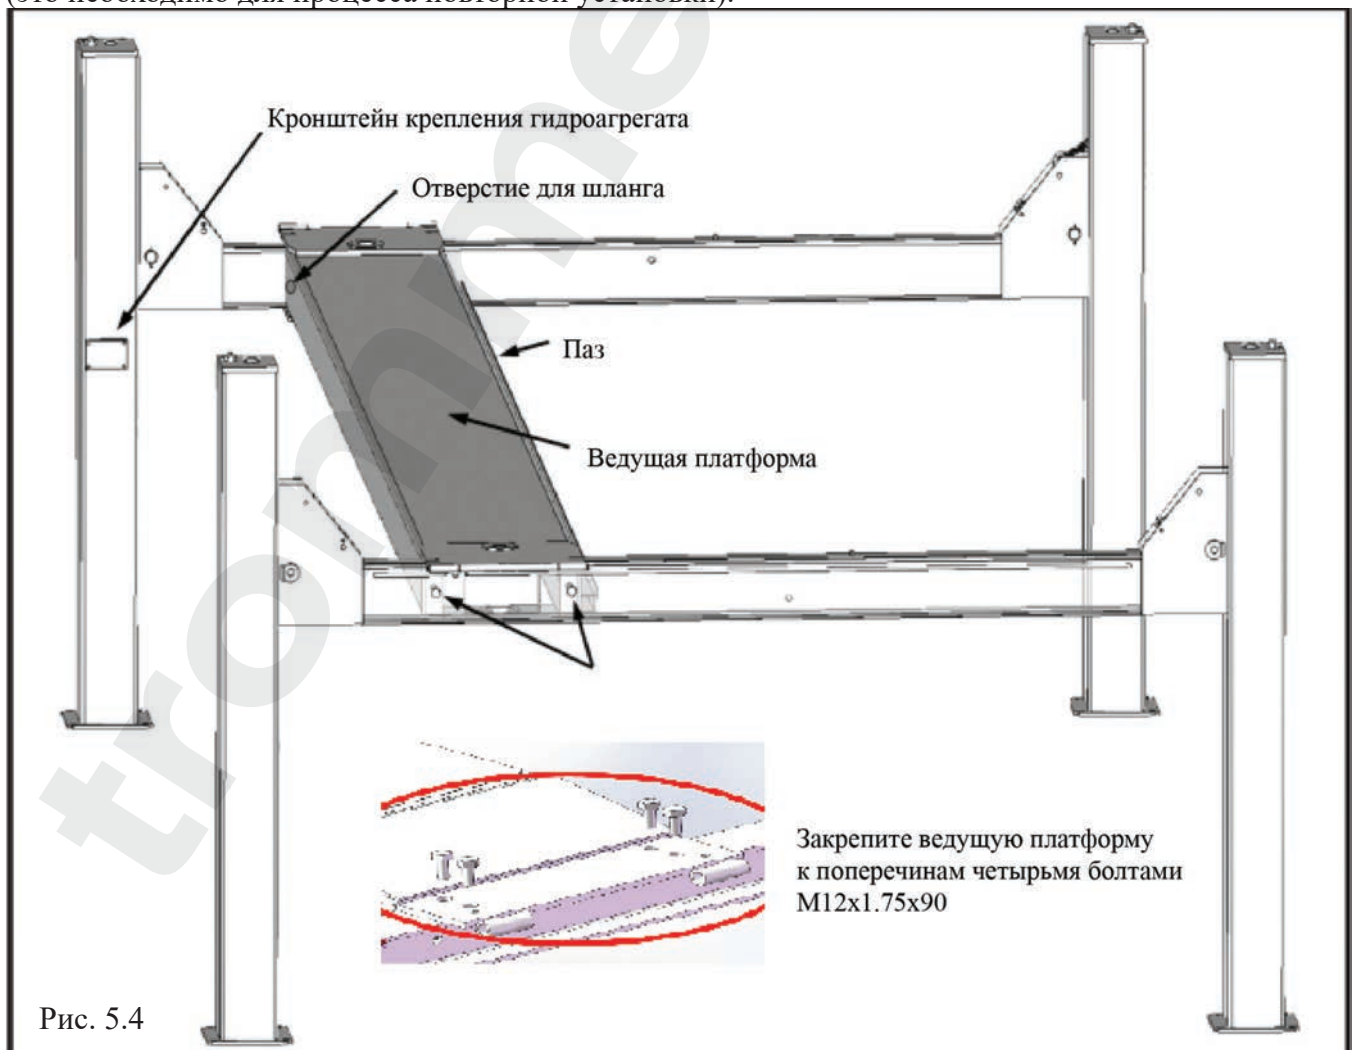

Рис. 5.4
4. Расположите ведущую платформу поверх поперечин с пазом, направленным внутрь подъёмника. Отверстия для шлангов, находящихся на боковой части платформы, должны располагаться рядом со стойкой, на которой крепится гидроагрегат. Совместите крепежные отверстия на платформе с отверстиями на поперечинах, вставьте в них четыре болта с головкой под шестигранник M12x1.75x90, оденьте шайбы. Нанесите на болты подходящую консистентную смазку и затяните их с усилием 74.6 Нм (см. рис. 5.4).